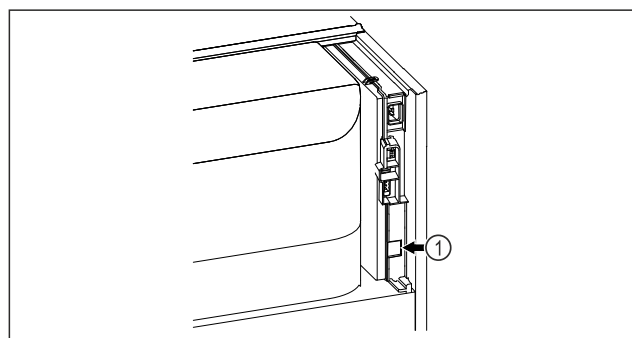

Fig. 167
- Vstavljen je SmartModule Fig. 167 (1).